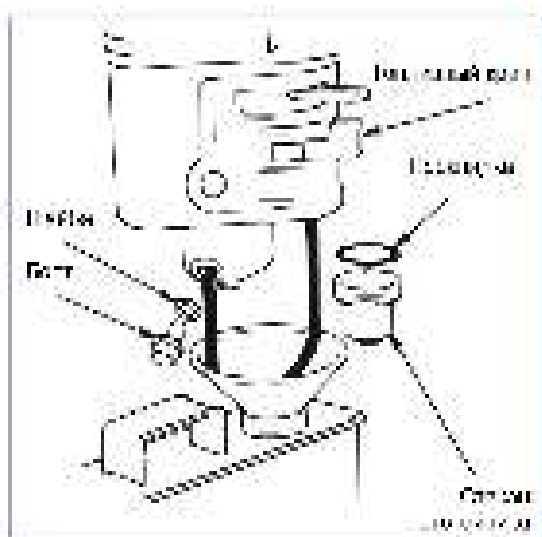

Рис. 26
8.7. Слив топлива и очистка отстойника карбюратора (рис. 26).